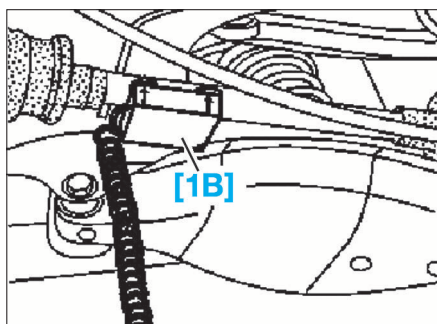

FIG. 3
- Poser le capteur de mesure [1B] (Fig.3) sur l'arbre de transmission longitudinal et mémoriser la valeur mesurée à l'arrière gauche puis à l'arrière droit.